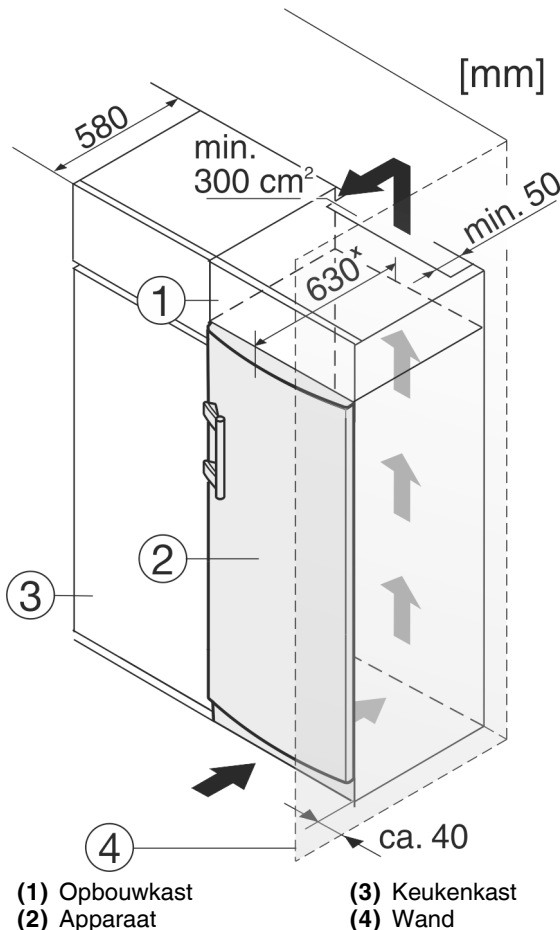

Fig. 9
Het apparaat *Fig. 9 (2)* kan worden ingebouwd in de keuken. Om het apparaat aan de hoogte van het keukenblok aan te laten passen, kunt u er een passende opbouwkast *Fig. 9 (1)* op plaatsen.
Bij een ombouw met keukenkasten (diepte max. 580 mm) kan het apparaat direct naast de keukenkast *Fig. 9 (3)* worden geplaatst. Het apparaat steekt aan de zijkant 34 mm\* en in het midden 50 mm\* uit ten opzichte van het keukenkastfront.
Plaast u het apparaat met de scharnierkant naast een muur *Fig. 9 (4)*, dan moet de afstand tussen apparaat en muur minstens 40 mm bedragen. Dit in verband met het uitsteken van de deurgreep bij een geopende deur.